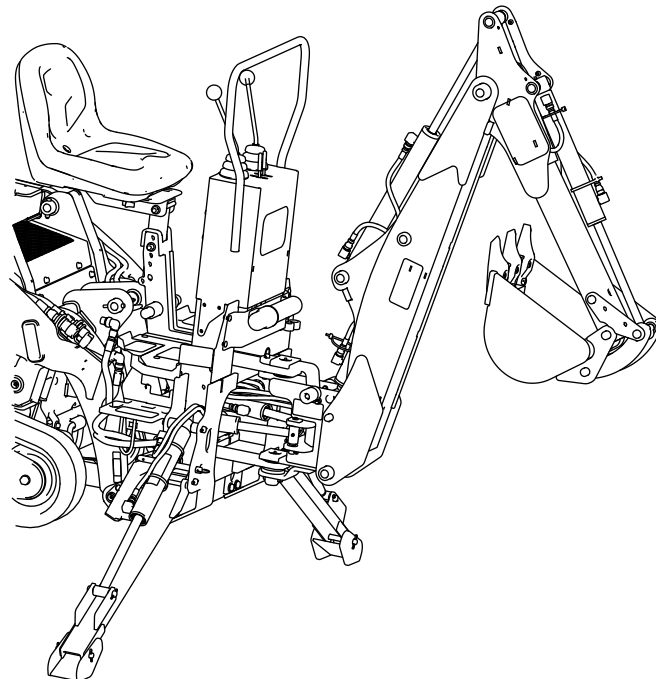

Figure 11
1. Levez complètement la flèche, rétractez le bras et basculez le godet en arrière (Figure 11). Veillez à centrer les trous des goupilles de blocage de la flèche le mieux possible.